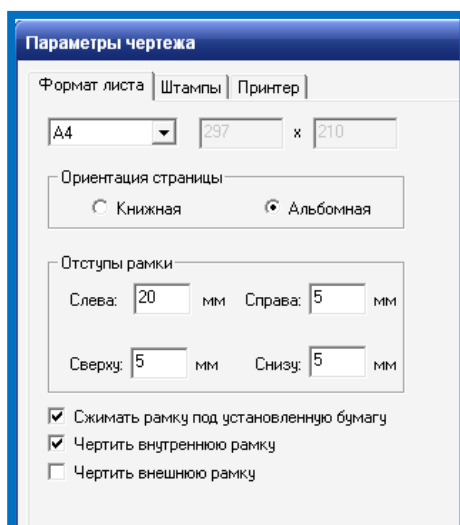

Рисунок 44 – Назначение параметров чертежа в компоновщике чертежей
3. Выбираем команду **Компоновка чертежа**  и назначаем в Д/О параметры чертежа (Рис.44)